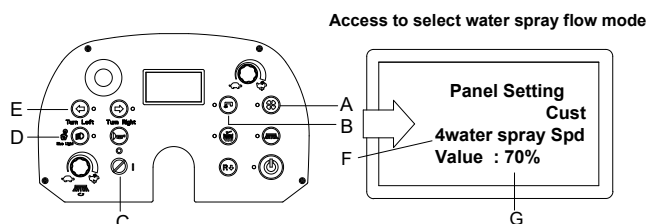

Figura 15
1. Premere contemporaneamente il "pulsante dell'aspirazione" (A, Figura 15) e il "pulsante della pompa" (B, Figura 15).
2. Inserire la chiave di accensione (C, Figura 15) e portarla su "I".
3. Trascorsi alcuni secondi, il sistema accede alla selezione della modalità impostazione utente (Figura 15).
4. Rilasciare contemporaneamente il "pulsante dell'aspirazione" (A, Figura 15) e il "pulsante della pompa" (B, Figura 15).
5. Premere il "pulsante di svolta a sinistra" (E, Figura 15) per selezionare la voce 4 "4Water Spray Spd" (Velocità nebulizzazione acqua) (F, Figura 15).
6. Premere il "pulsante dell'aspirazione" (A, Figura 15) o il "pulsante della pompa" (B, Figura 15) per selezionare il valore della velocità di nebulizzazione dell'acqua (50%, 60%, 70%, ecc.) (G, Figura 15).
7. Premere il "pulsante faro" (D, Figura 15), dopo circa 1 secondo sullo schermo viene visualizzato "Update OK" (Aggiornamento OK), che indica che il flusso di nebulizzazione dell'acqua è impostato, quindi riavviare la macchina. (C, Figura 7).